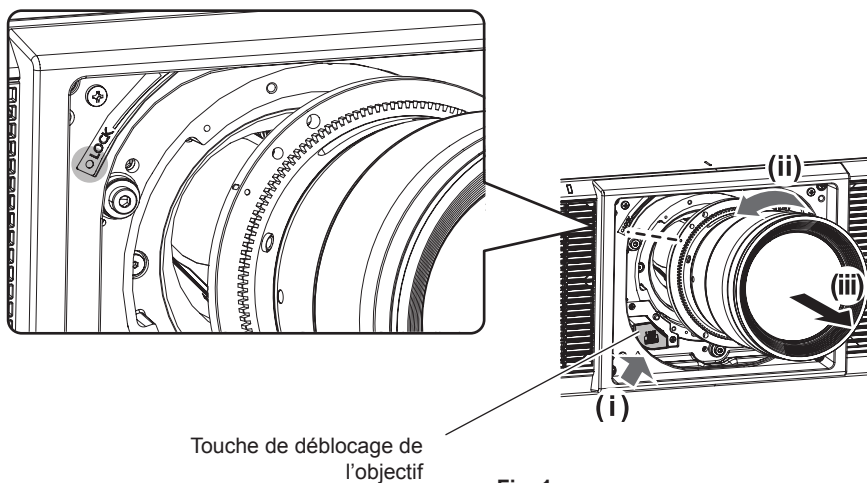

Fig. 1
2) Retirez l'objectif de projection en le tournant dans le sens antihoraire tout en appuyant sur la touche de déblocage de l'objectif. (Fig. 1)